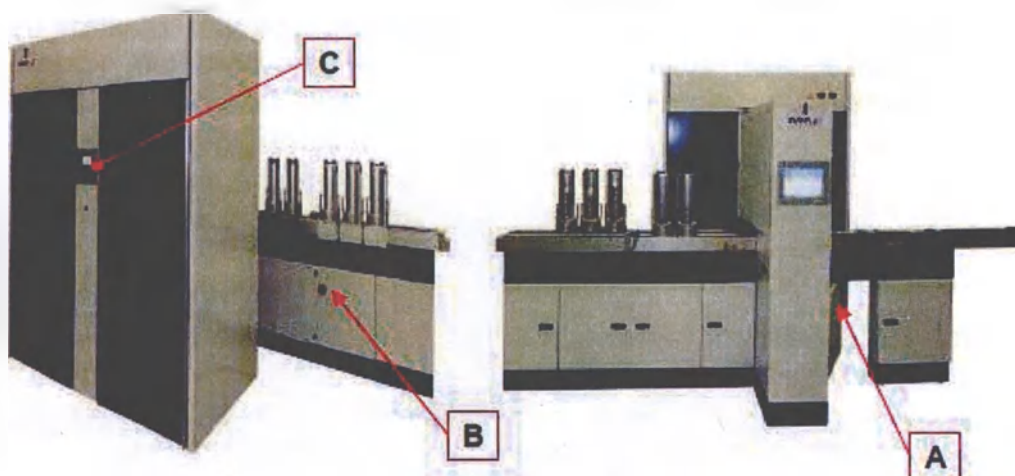

Рисунок 3.1. Главные переключатели
- A. Переключатель электрического шкафа станции фоторегистрации и анализа изображения, для каждого установленного инкубатора (см. Рисунок 3.1).
- B. Переключатель на электрическом шкафу ниже конвейерной ленты для выгрузки чашек (см. Рисунок 3.1).
- C. Переключатель инкубатора для каждого установленного инкубатора, расположенный на панели управления между дверцами инкубаторов (см. Рисунок 3.1).